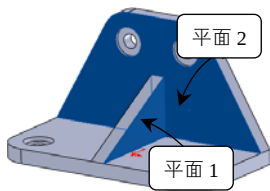
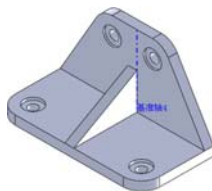

图 3-23 选择两相交的平面
图 3-24 生成的基准轴
- 04 单击选择【两平面】按钮，选择零件中相交的两平面，如图 3-23 所示。单击对话框中【确定】按钮，生成如图 3-24 所示的基准轴。